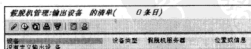

图 12-57 假脱机输出设备清单
STEP 2 选择“设备/服务器”页，然后在“输出设备”栏中输入要创建的输出设备名称“test”，并单击“输出设备”按钮，进入图 12-57 所示的界面。